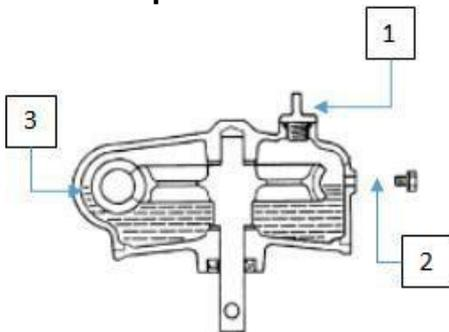

Fig.13
5.5. Boîte de vitesses (Fig.13)